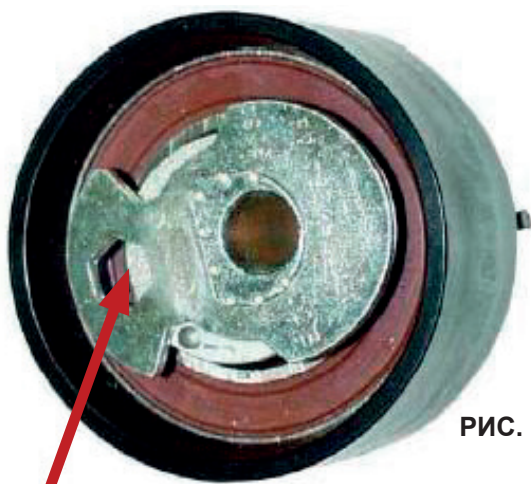

РИС. 1
5. Установите новый (автоматический) натяжитель с помощью нового болта, затянув его от руки (отверстие под шестигранный ключ «на +/- 9 часов») (рис. 1).